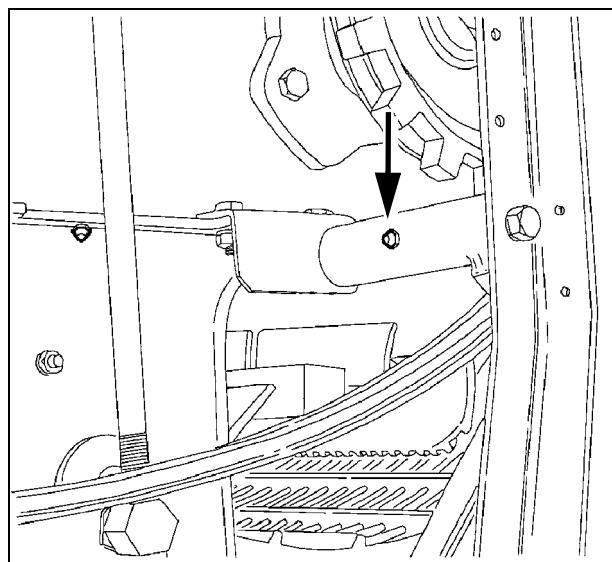

Рис. 40
32.)- Палец рычага натяжителя ремня механизма реверсирования Рис. 40